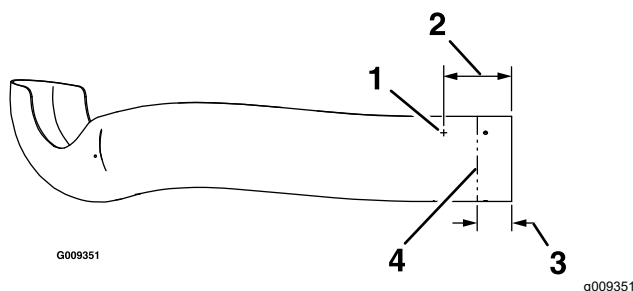

Figure 14
- A. Localisez les 3 trous dans le tube supérieur. Mesurez 16,5 cm (6,5 po) depuis l'extrémité du tube et faites des repères aux 3 emplacements (Figure 14).
- B. Percez 3 trous (4,8 mm ou 3/16 po) comme montré à la Figure 14.
- C. Mesurez en 3 emplacements – à 76 à 89 mm (3 à 3,5 po) de l'extrémité du tube, faites des repères et enroulez du ruban de marouflage autour sur le tube comme guide (Figure 14).